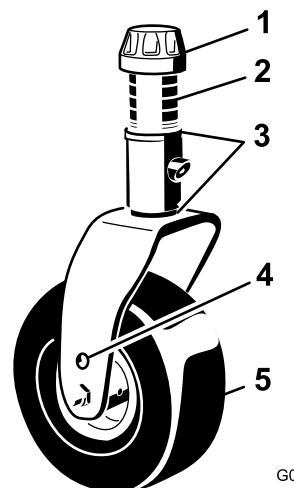

図 95
1. キャスタスピンドルシャフトからテンショニングキャップを外し、キャスターアームからスピンドルを抜き出す図95。